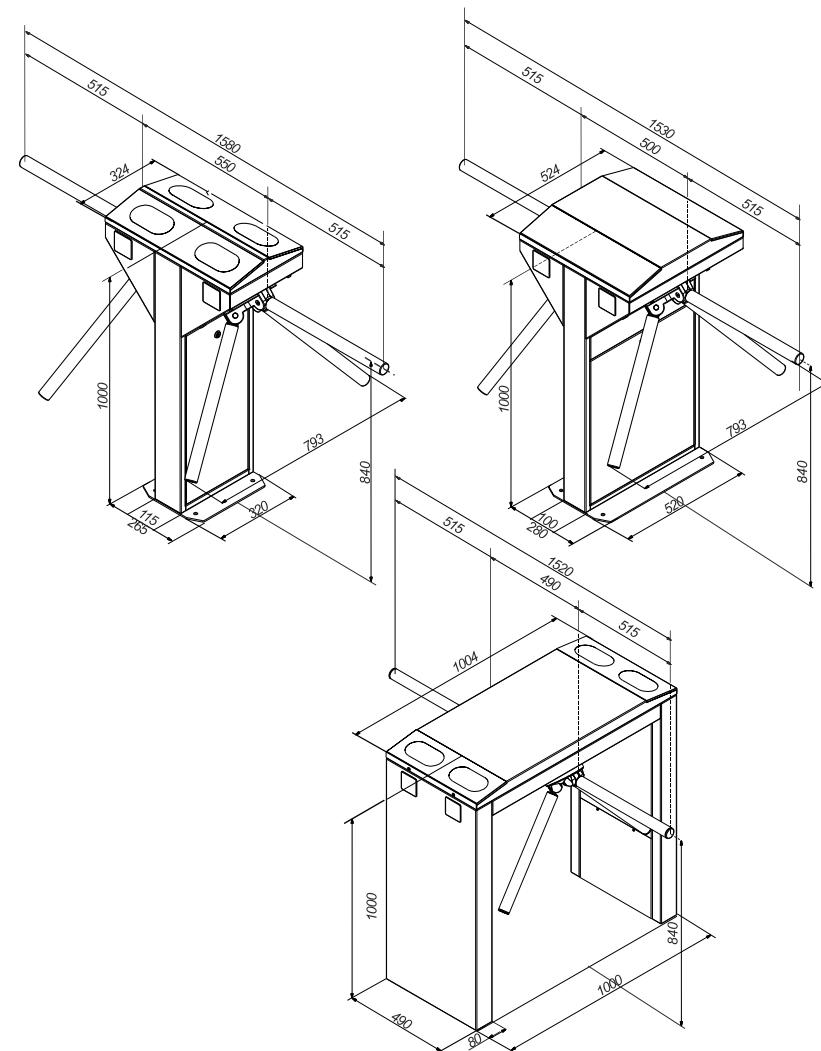

Рис. 3 - Габаритные размеры турникета-трипода
1.3.3 Габаритные и установочные размеры турникета (см.Рис.3)